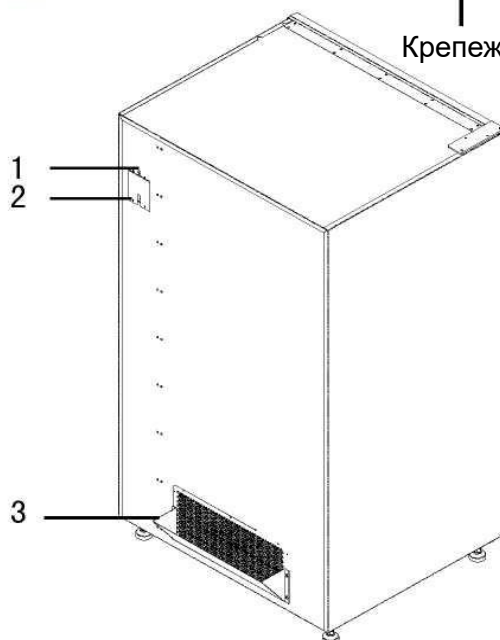

Рисунок 2
3. Достаньте кабель питания с задней стороны автомата. Установите антенну сверху автомата. Установите воздушный дефлектор с задней стороны автомата (как показано на рис. 2). Компания не устанавливает воздухонаправляющий кожух перед отгрузкой автомата с завода с целью удобства упаковывания и транспортирования. Пользователю следует установить его перед эксплуатацией автомата следующим образом: